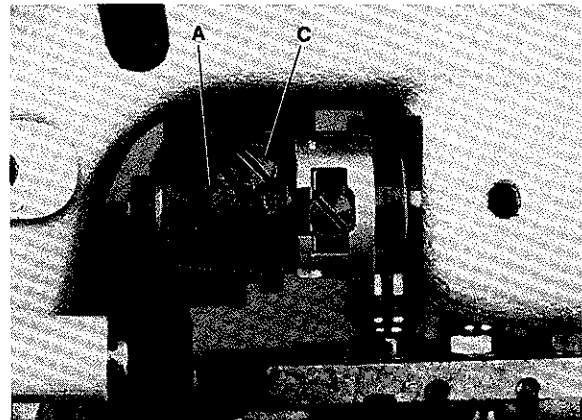
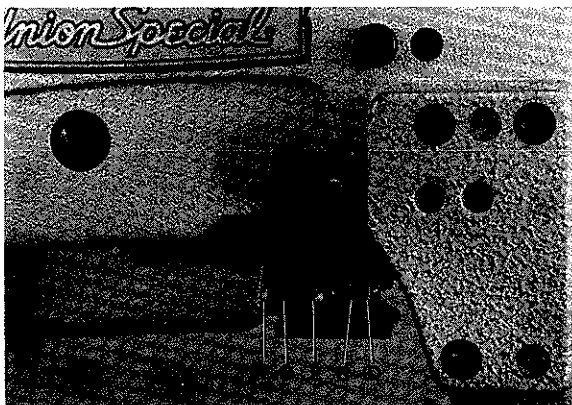

Fig.11
Fig.12
The ball bearing grease for the needle bearings (A, Fig. 11 and B, Fig. 12) of the spreader drive has to be renewed every six months. The front needle bearing can be greased after removing the guard and turning out screw (C, Fig. 11). The two rear needle bearings can be greased after removing retaining ring (D, Fig. 12) loosening screw (E) and pressing out link stud (F). Reassemble all parts carefully.
Das Wälzlagerfett der Nadellager (A, Fig. 11 und B, Fig. 12) für den Legerantrieb muß alle 6 Monate erneuert werden. Das vordere Nadellager kann nach Entfernen des Schutzbleches und Herausdrehen der Schraube (C, Fig. 11) gefettet werden. Die beiden hinteren Nadellager können nach entfernen der Sicherungsscheibe (D, Fig. 12), lösen der Schraube (E) und herausdrücken des Gelenkbolzens (F) gefettet werden. Montieren Sie alle Teile wieder sorgfältig.